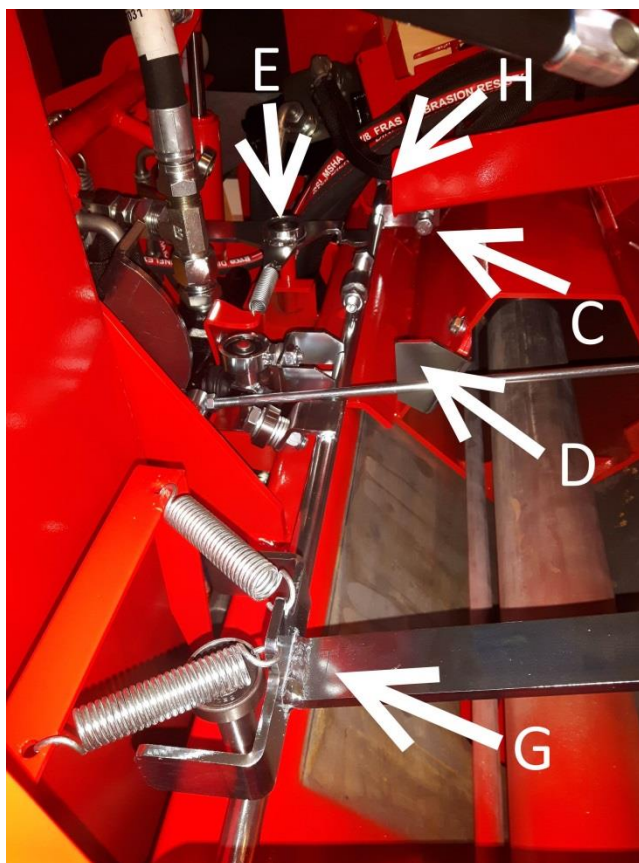
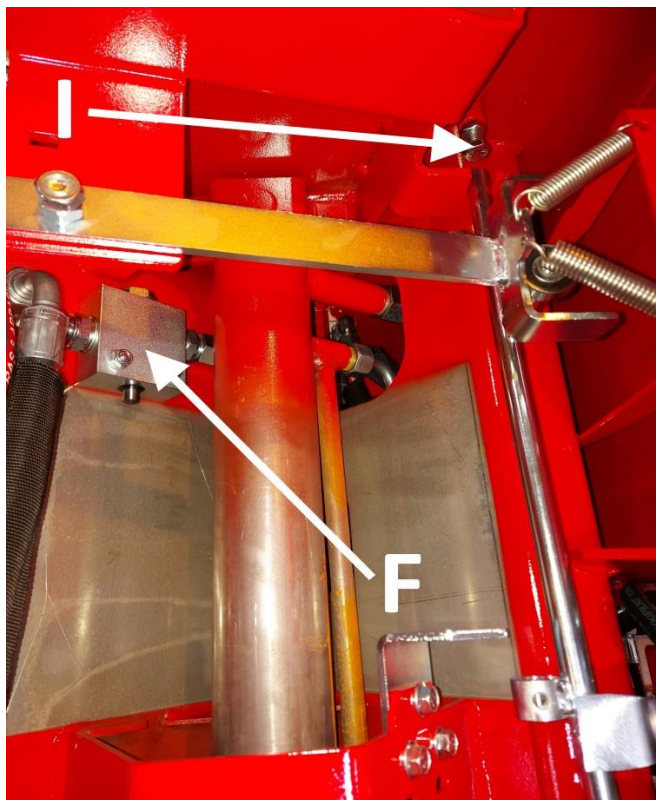

Bild 18
Bild 19
Obs! Vrid vid behov mätanordningens platta i rätt position efter vedens tjocklek. (Se bild 18 och bild 19).
4. Med ställskruv **C** kan man ställa in klyvcylinders slaglängd, det vill säga i vilket läge klyvcylindern byter från klyvläge till returläge (Bild 18). Om slaglängden till exempel är för kort (klyvcylindern kommer inte tillräckligt nära klyvbettet), vrid justerbult **C** längre bort sedd från skiva **D**, det vill säga mer fast och tvärtemot.
5. Ventilen **F** (Bild 19) Stoppar cylindern efter klyvrörelsen. Startläget går inte att justera.
Observera! Klyvspaken **G** rör samma klyvstång som aktivering **E** av sågningens klyvning. (Bild 18)
Klyvventilens yttersta lägen begränsas med bultarna **H** och **I** (Bild 18 och Bild 19). Bultarna ska inte justeras, utan en sliten bult ska bytas ut mot en ny!
7. Rölseförstärkarens hylsa J och stång. Bild 19 (med 200 timmars mellanrum)